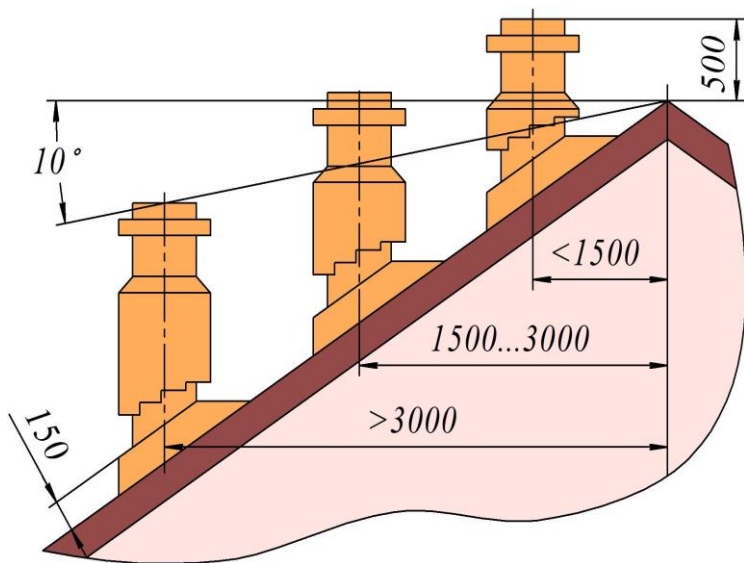

Рис. 3. Висота димоходу над дахом
- висота димоходу повинна бути не менше **5 м** від колосникової решітки. При проходженні димоходу через неопалювальне приміщення під дахом його слід утеплити. Висоту димоходу, яка виступає над дахом потрібно приймати (рис.3):